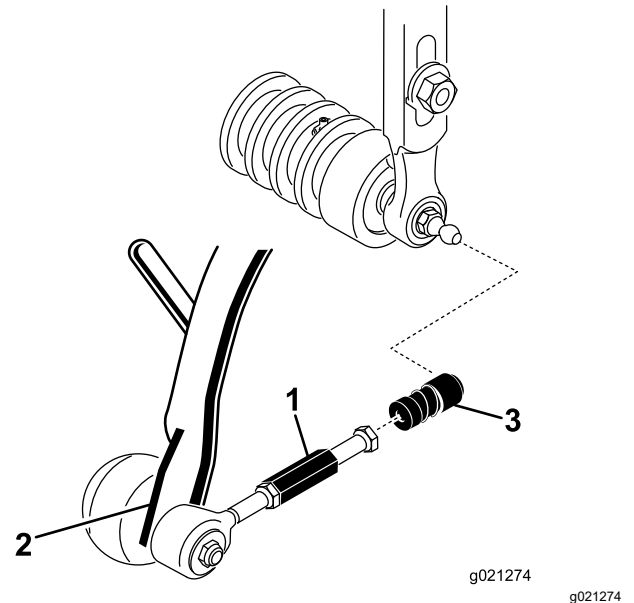

Bild 8
3. Schieben Sie die Hülse an jeder Kugellageraufnahme zurück und haken Sie die Aufnahme in den Kugelbolzen der Schneideinheit ein (Bild 8).